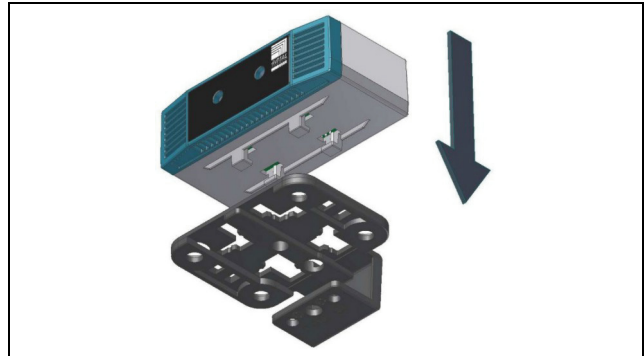
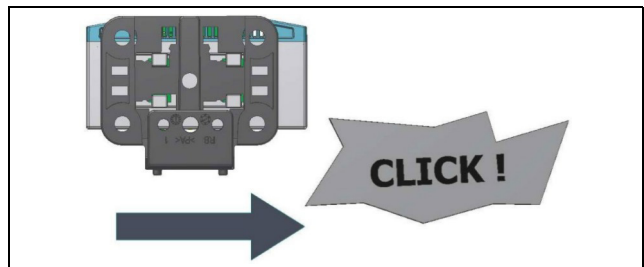

Abb. 2: Aufsetzen des Sensors auf den Halter
Abb. 3: Einrasten des Sensors auf dem Halter
- Setzen Sie dann den Vandalismussensor auf den Halter auf (Abb. 2) und rasten Sie ihn ein (Abb. 3).